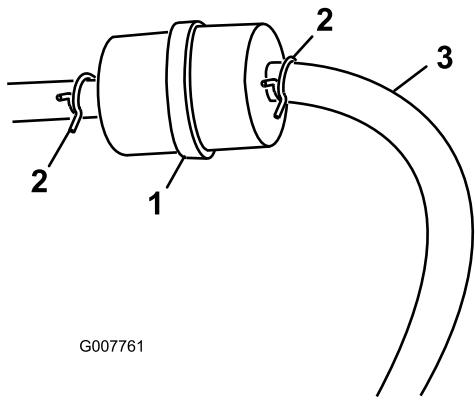

図 27
3. 古いフィルタのクランプをゆるめて脇に寄せる（図 27）。
5. 新しいフィルタをホースに取り付け、クランプで固定する（図 27）。
3. 燃料フィルタについているクランプをゆるめ、フィルタからはずす（図 27）。
4. 燃料フィルタから燃料ホースを抜き取る（図 27）。
注 落ちてくるガソリンをガソリン容器または廃油受けに受ける（図 27）。
5. フィルタに燃料ホースをつなぎ、クランプで固定する（図 27）。